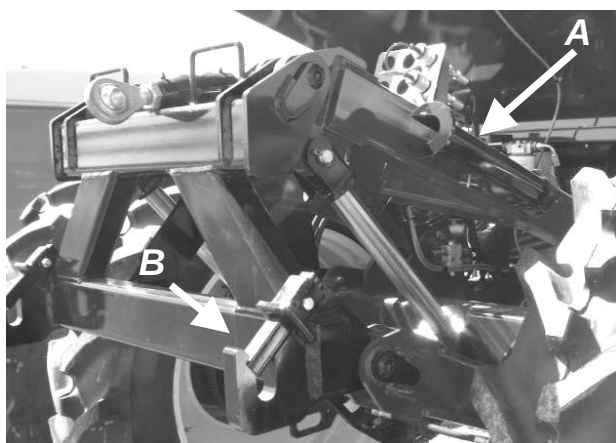
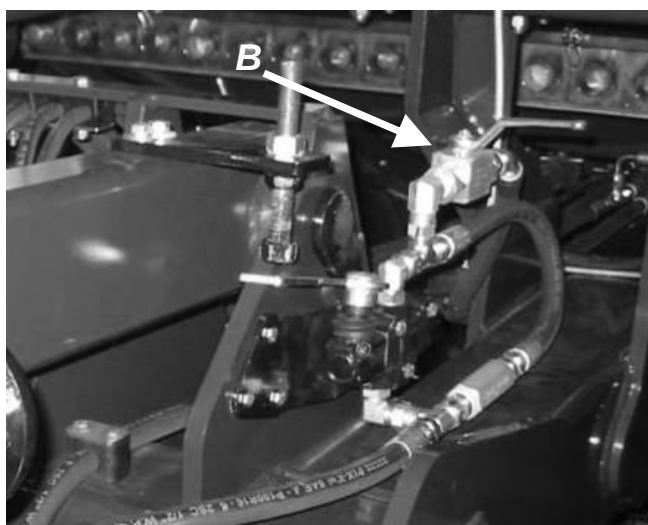

Figure 9
Figure 10
18. Retirez les supports d'arrêt de cylindre [figure 9, **A**] et ouvrir la valve hydraulique [figure 10, **B**]. Fixer les supports d'arrêt sur les supports situés sur le côté du parallèle arrière haut.
Dans le cas d'une rampe d'application, celle-ci peut rester montée sur l'attelage, mais les supports d'arrêt doivent être mis en place [figure 9, **A**] et la valve hydraulique doit être fermée [figure 10, **B**].
2. S'assurer que le semoir installé sur l'attelage arrière est bien centré avec l'applicateur. Pour effectuer des ajustements, placez des douilles 1/2" et/ou 3/4" sur les axes des points d'attache inférieurs [figure 9, **B**] afin d'obtenir la position voulue. Les douilles sont situées dans le coffre à outil de l'applicateur.